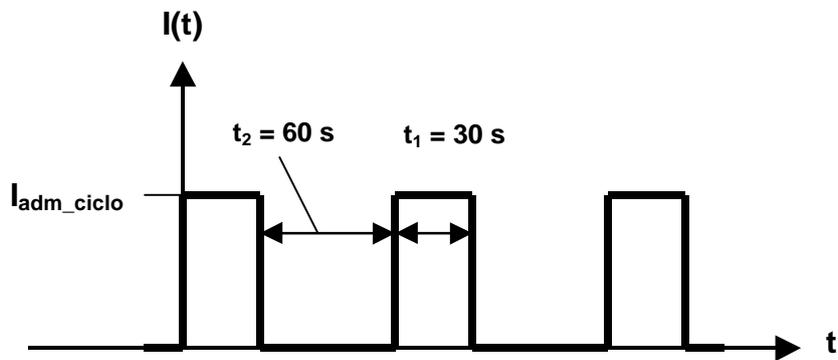

Figura 3 - Ciclo de carga
3.1 - Considere o regime cíclico de carga representado na Figura 3.
3.2 - Calcule o valor da corrente admissível no regime da Figura 3 (I_{adm_ciclo}), utilizando os parâmetros obtidos experimentalmente (A_{exp} e B_{exp}).
3.4 - Imponha ao fio o ciclo de carga da Figura 3. Imponha inicialmente a corrente I_{adm_ciclo} e, quando a temperatura do condutor alcançar T_{cond_max} (70 °C), desligue o variac e inicie a contagem de tempo do primeiro período de resfriamento. A partir deste ponto ligue e desligue o variac nos instantes especificados e meça a temperatura do condutor, lançando os valores na Tabela 2.